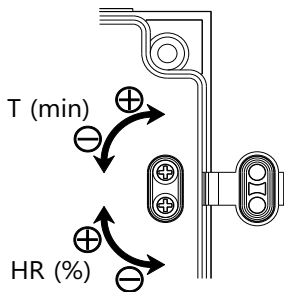

Fig.10
El ajuste del valor de humedad se efectúa por medio del potenciómetro "% Hr" que se halla en el circuito impreso (fig.10) una vez desmontada la rejilla (1):
Para ajustar la temporización, girar el potenciómetro "t min." situado en el circuito impreso (fig.10):